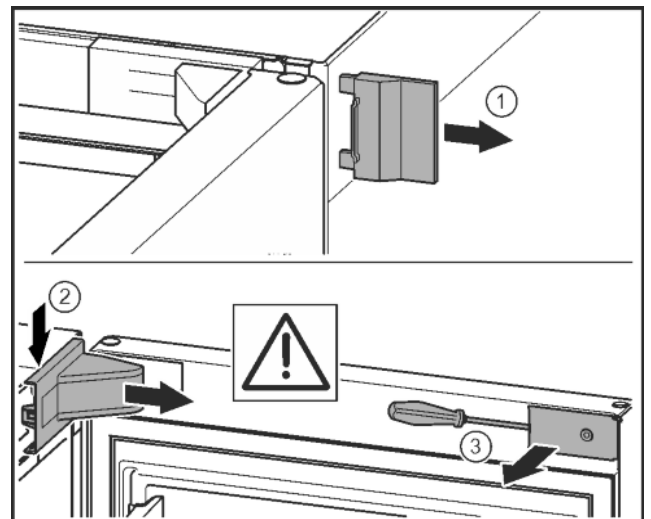

Fig. 10
- Retirer le cache extérieur. Fig. 10 (1)
- Détacher et libérer le cache du support de palier. Retirer le cache du support de palier. Fig. 10 (2)
- Dégager le cache avec le tournevis et l'incliner sur le côté. Fig. 10 (3)